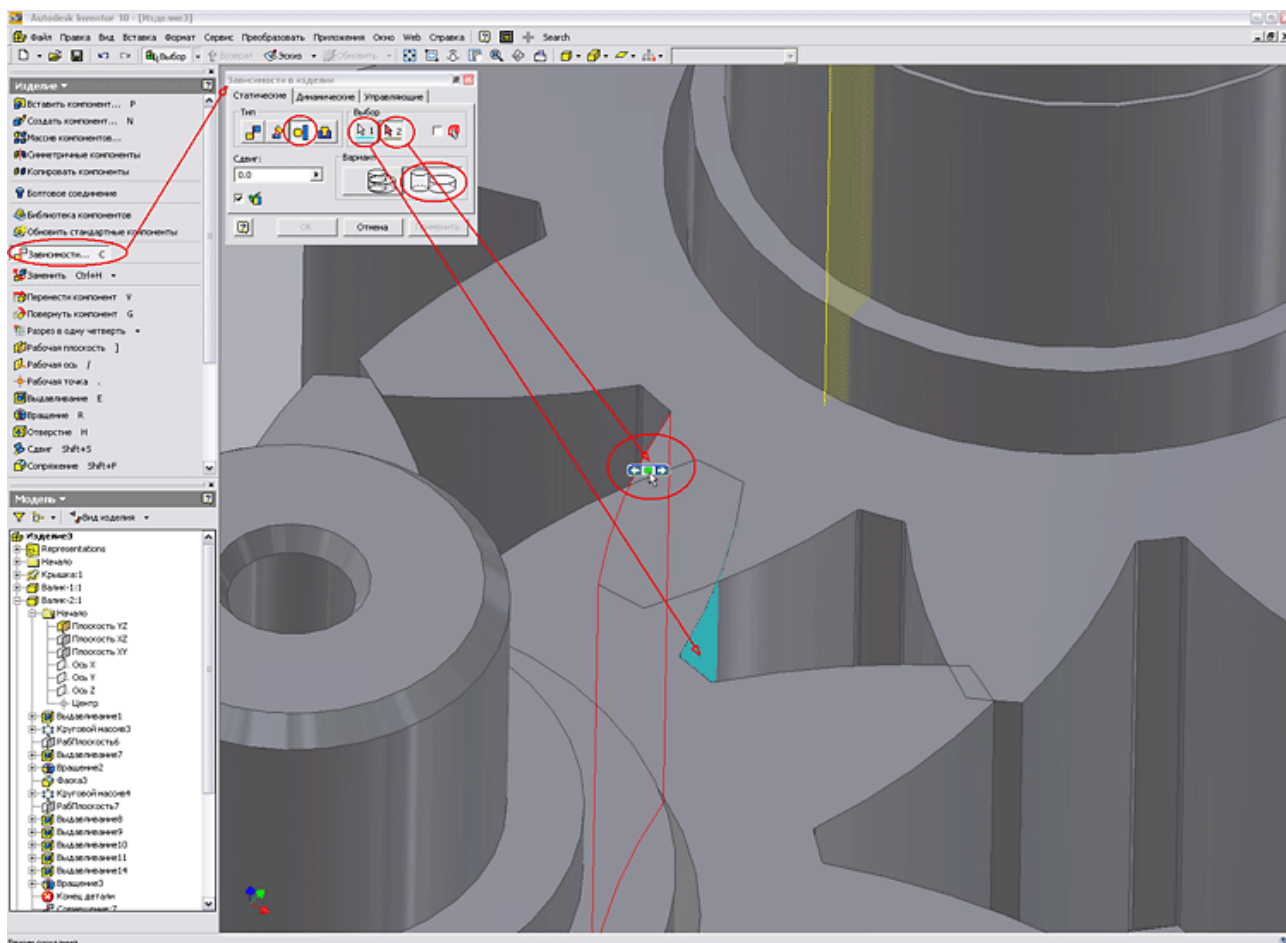

Рис. 11
11. Для наложения зависимости «Касательность» указываем две сопрягаемых поверхности зубьев (см. Рисунок 11).